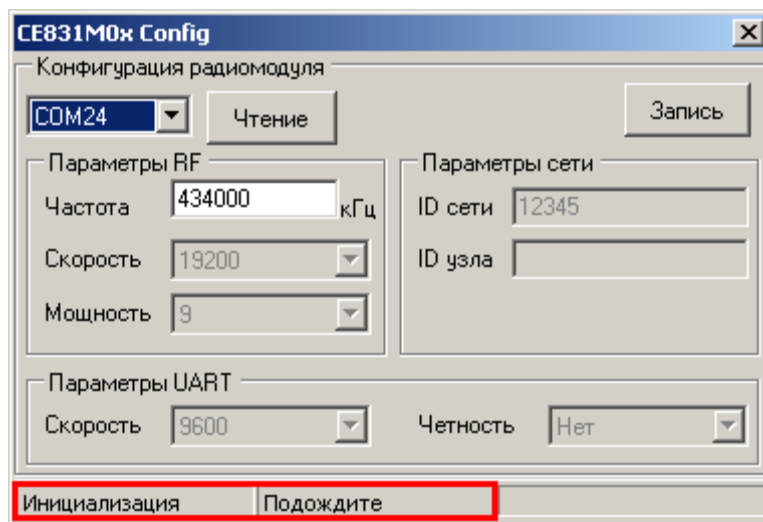

Рисунок 5.20 – Технологическое ПО CE831M0x Config
- Запустите технологическое ПО CE831M0x Config рисунок 5.20. ПО расположено по адресу: <http://www.energomera.ru/download/software/CE831M0x.zip>, руководство пользователя расположено по адресу: [http://www.energomera.ru/documentations/CE831M0x\\_rp.pdf](http://www.energomera.ru/documentations/CE831M0x_rp.pdf).